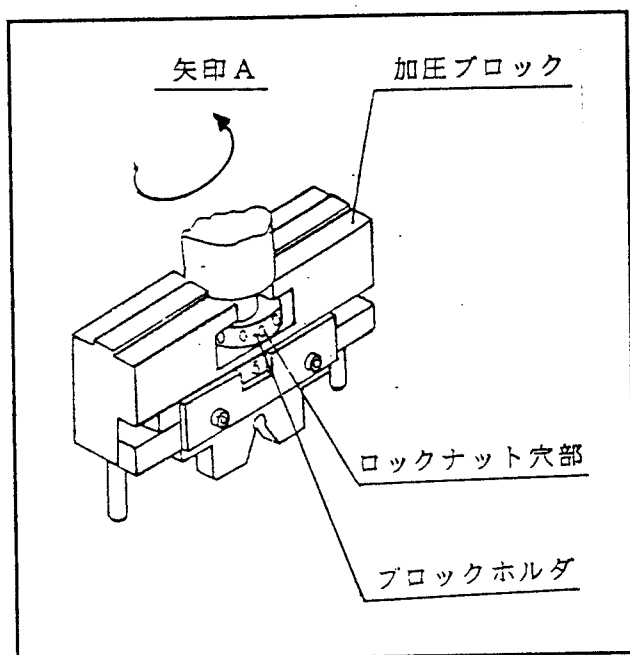

図 1
- ①図1の様に加圧ブロックの凸部をハンドプレスのブロックホルダ凹部にはめ込んで下さい。
- ②ロックナット穴部にM5六角レンチ（プレス附属品）を差込み、右方向（矢印A方向）に回して加圧ブロックを締め付け、固定して下さい。逆に回すと緩みます。